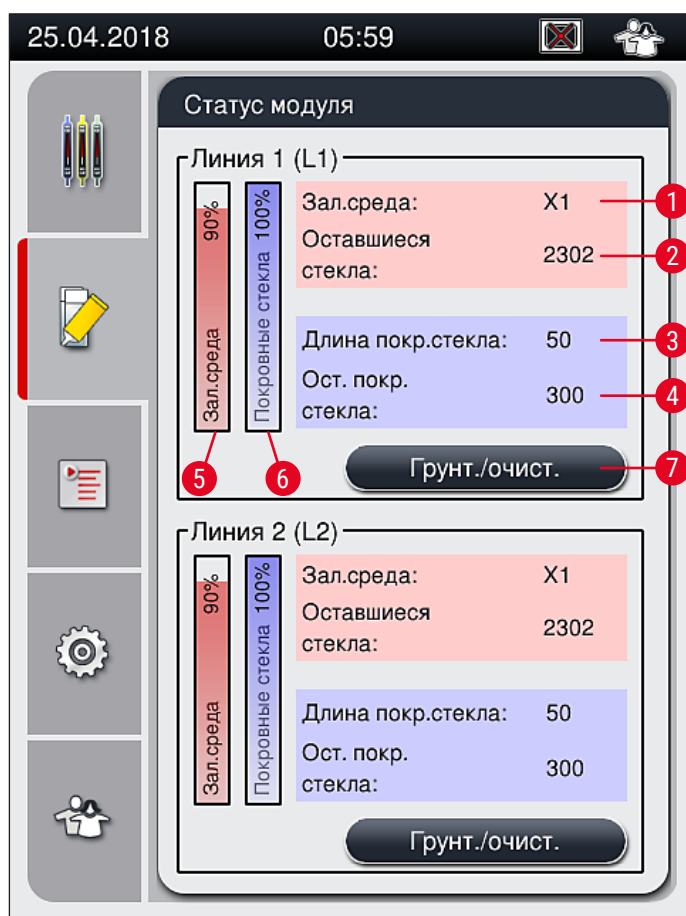

Рис. 49
- Меню **Статус модуля** (→ Рис. 49) предоставляет пользователю HistoCore SPECTRA CV обзор используемых расходных материалов (закрывающая среда (→ Рис. 49-1) и покровные стекла (→ Рис. 49-3)) с указанием текущего уровня заполнения (→ Рис. 49-5) (→ Рис. 49-6) и оставшегося количества (→ Рис. 49-2) (→ Рис. 49-4) для обеих линий заключения под покровное стекло.